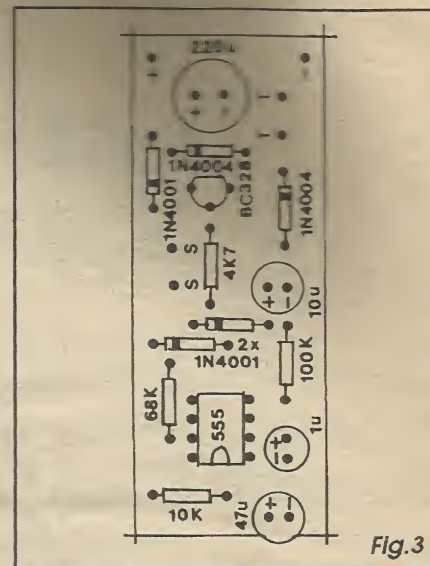

Fig.3
- **FIG. 3 - CHAPEADO DA MONTAGEM** - Com o impresso pronto e conferido, agora podemos colocar e soldar os componentes principais (que ficam *sobre* a face não cobreada da placa, vista na figura também em tamanho natural...). O gabarito do diagrama traz todos os códigos, valores, polaridades dos componentes, estes estilizados de forma a proporcionar um fácil e direto entendimento (mesmo pelos leitores/hobbystas iniciantes...). É só seguir tudo, passo a passo, com atenção, sem pressa... Lembrar que vários dos componentes são *polarizados* devendo ter seus